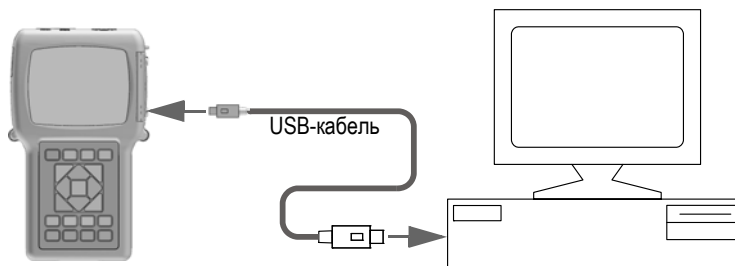

Рис. 14-1 Подключение 38DL PLUS к компьютеру
8. Один конец USB-кабеля подключите к разъему USB в верхней части 38DL PLUS, а другой конец кабеля USB подключите к разъему USB на компьютере (см. Рис. 14-1 на стр. 257).